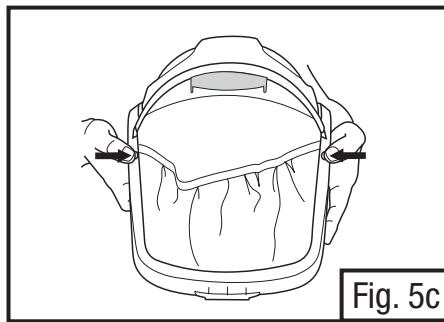
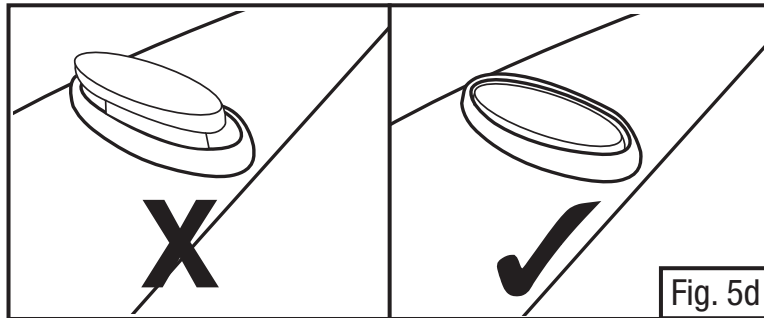

Fig. 5c
Fig. 5d
- Empurre os botões fechados da borda do visor para travar o visor no seu lugar. Os botões devem fazer um “click” audível quando completamente assentados na borda (Fig. 5c). Certifique-se de que os botões do visor encontram-se firmemente fixados e **rentes** à borda do visor (Fig. 5d). Se os botões não ficam nivelados na moldura, remova e reinsira-os.